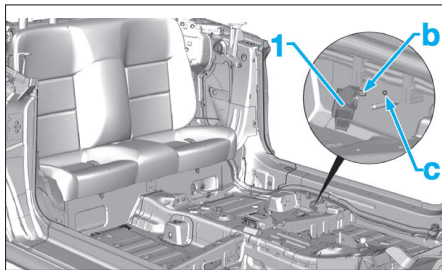

Fig. 34
- Reposer le capteur d'accélération de coussin gonflable latéral (1) en plaçant les repères dans les ajourages en "c" (Fig.34).